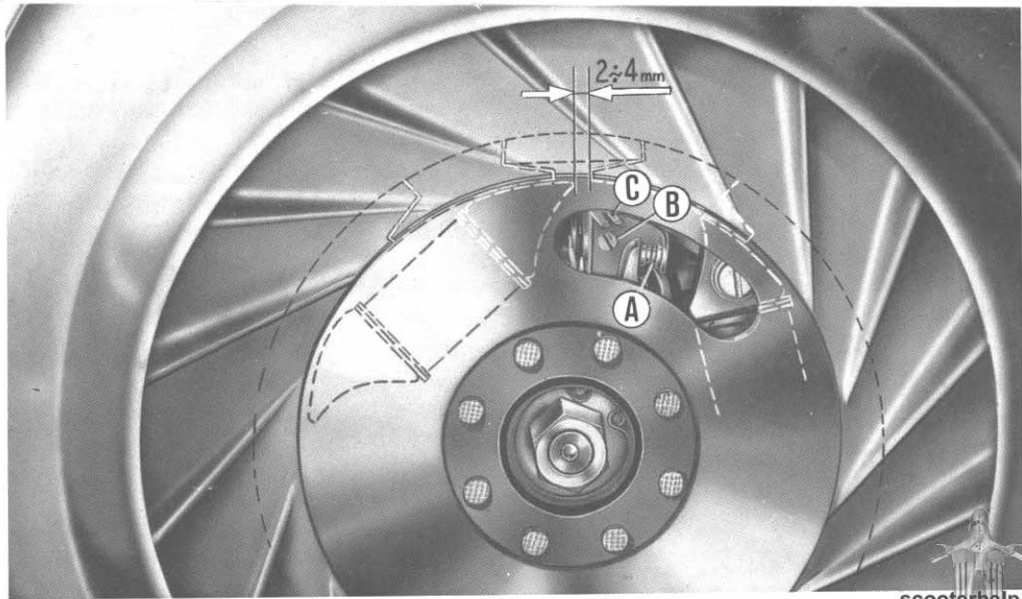

Fig. 18
1) Place the gear change in « neutral »; remove the rubber plug fitted on the flywheel magneto slot and rotate by hand the rotor until, through the slot, the contact breaker unit is discovered (fig. 18).
1) Placer le changement de vitesses « au point mort », ôter le bouchon en caoutchouc monté sur l'ouverture du rotor du volant et tourner à la main le rotor jusqu'à découvrir, à travers l'ouverture, l'ensemble du rupteur (fig. 18).
1) Poner el cambio en « punto muerto », quitar la tapa de goma aplicada sobre la abertura del rotor del volante y girar a mano hasta descubrir, a través de la abertura, el grupo ruptor (fig. 18).
3) - Clean, and if necessary, reset the contact breaker points (fig. 18). To avoid faulty ignition or other defects **consult your Service-Station for this operation.**
3) - Nettoyer et éventuellement régler les contacts du rupteur (fig. 18). Pour éviter des ennuis d'allumage il vaut mieux que cette opération soit effectuée par une **Station - Service.**
3) - Limpiar y de ser necesario ajustar los platinos del ruptor (fig. 18). Para evitar inconvenientes o irregularidades el encendido **recurrir a una Estación de Servicio.**